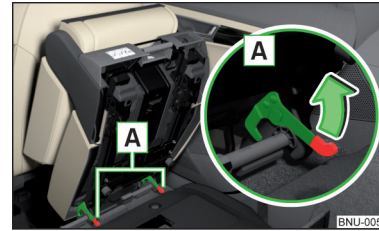

Abb. 93
- › Den Sitz am Ende der Führungsstangen durch Drücken der Sitzverriegelungen **A** in Pfeilrichtung verriegeln » Abb. 93.
- › Ist der Sitz ausgebaut, dann diesen zuerst auf die Führungsstangen setzen und mit den Sitzverriegelungen **A** verriegeln » **Abb. 93 auf Seite 91**. Durch Hochziehen prüfen, dass der Sitz richtig verriegelt ist.